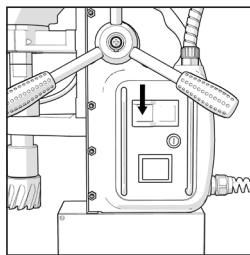
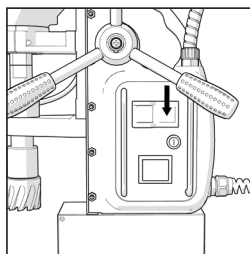

FIG. 4b
FIG. 4c
- Utilice el interruptor pulsador verde (**Fig. 4b**) en la caja de interruptores de la máquina para encender el motor, y el interruptor pulsador rojo para apagarlo (**Fig. 4c**).